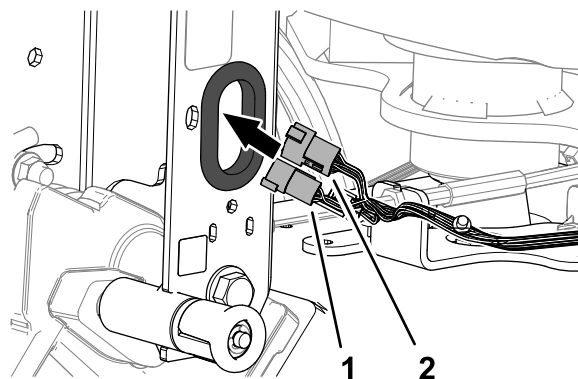

Figure 8
1. Faites passer le connecteur à 6 broches et le connecteur à 12 douilles de la machine dans le passe-câble du profilé du timon (**Figure 8**).